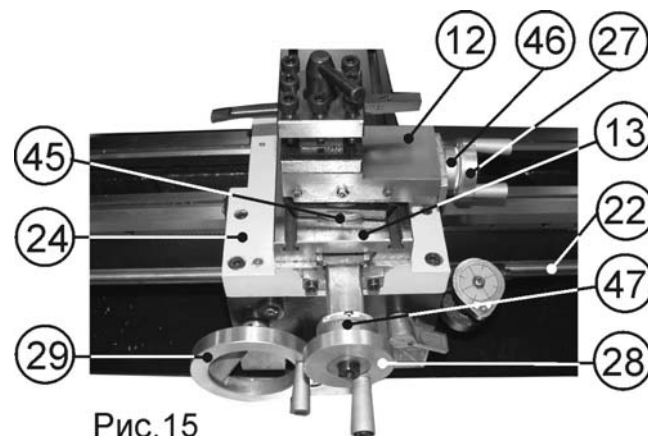

Рис.15
10.3. Точение (Рис. 15)
10.3.1. Установка и подача резца в продольном направлении станины (20), Рис.2, производится вращением маховика ручной подачи каретки (29), Рис. 15.
10.3.2. Точная установка и подача резца в продольном направлении производится маховиком подачи (27) поворотного суппорта (12), установленного параллельно ходовому винту подачи каретки (22), что соответствует совмещению метки на поперечном суппорте (13) и нулевой отметки шкалы (45) поворотного суппорта (12), Рис.15.
10.3.3. Расстояние прохождения резца контролируется по шкале лимба (46), (1 деление = 0,025мм), Рис. 15.
10.3.4. Установка и подача резца в поперечном направлении (установка глубины точения, торцевое точение) производится вращением маховика подачи поперечного суппорта (28), Рис. 15.
10.3.5. Глубина подачи резца в поперечном направлении контролируется по шкале лимба (47). При этом, глубина точения за один проход не должна превышать 0,3 мм. (1 деление лимба=0.025мм.), Рис. 15.
10.3.9. Обнуление лимбов (46,47) поперечного и поворотного суппортов производится вращением от руки соответствующего лимба до совмещения рисок нулевых отметок, Рис.15.